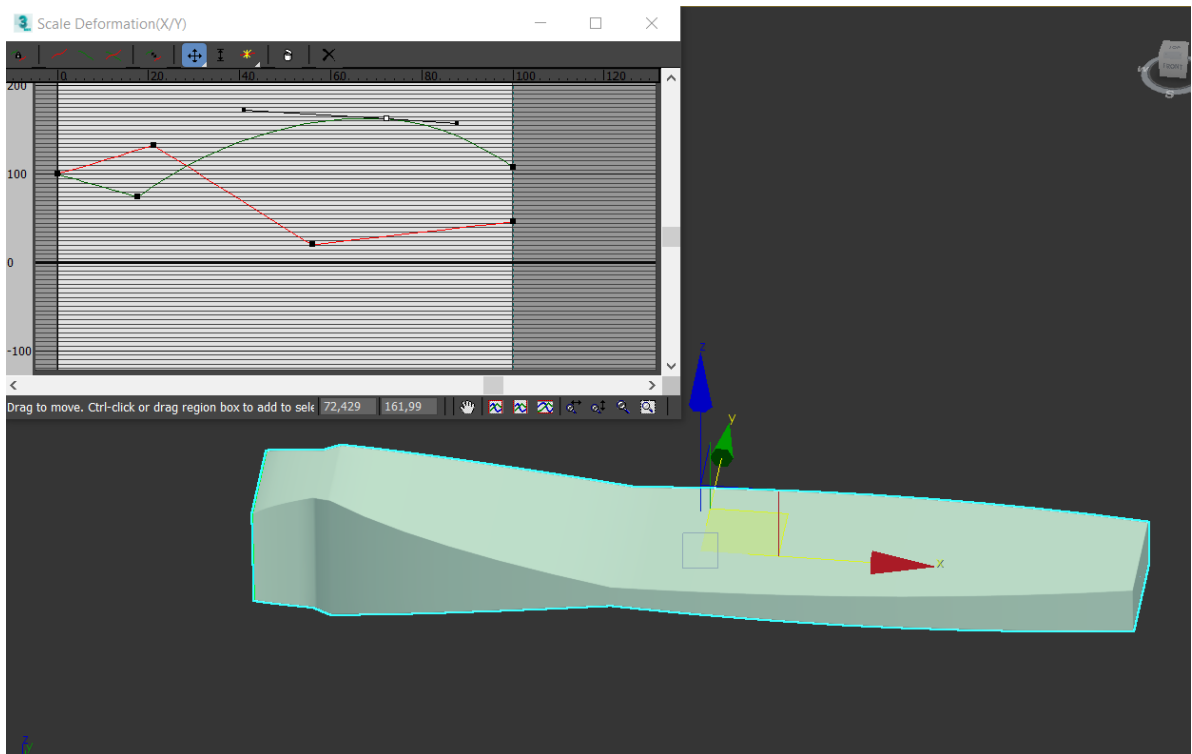

Рисунок 112 – Деформация масштабирования (Scale)
- Деформация **Масштабирование (Scale)** – позволяет изменять масштаб геометрического объекта по осям X и Y с помощью редактирования формы кривой (рис. 112)